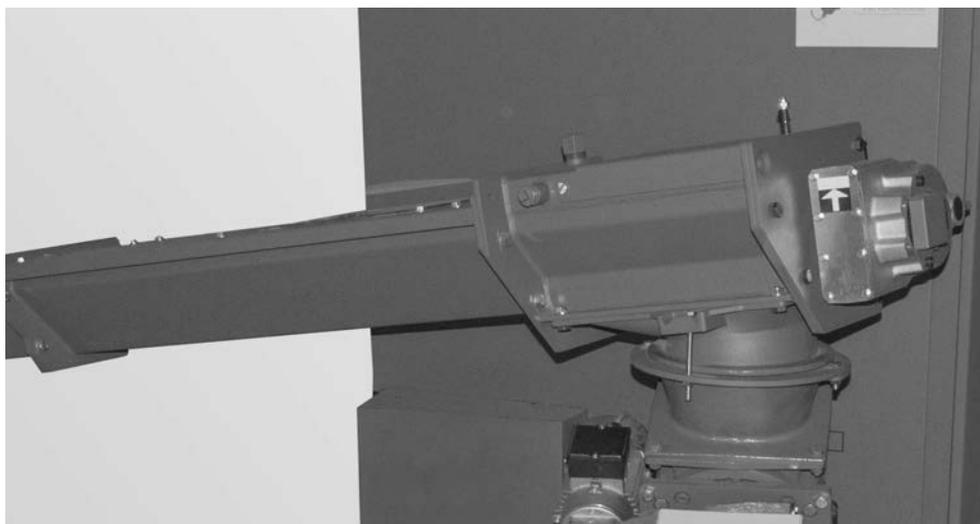

Fig. 135 Caldaia con prelievo dal magazzino completamente montato
- Puntellare l'unità di trasferimento completamente montata (Fig. 133), quindi unirli alla valvola rotativa e avvitare con 2 viti a testa esagonale M8x110 - Fig. 134, Fig. 135.